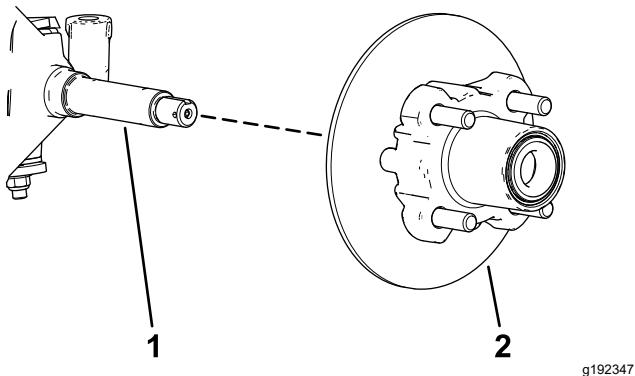

Figure 40
6. Retirez l'écrou de la fusée et déposez l'ensemble moyeu et disque de la fusée (Figure 39 et Figure 40).